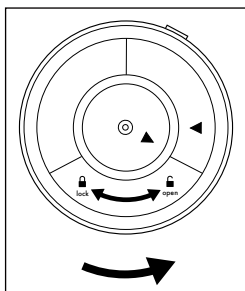

Fig. 1
2. Coloque la unidad principal **7** boca abajo para acceder al cierre del compartimento para pilas **13**. Gire el cierre del compartimento para pilas **13** en sentido antihorario hacia la indicación **open**  hasta que pueda retirar el cierre del compartimento para pilas **13** (consulte la fig. 1).